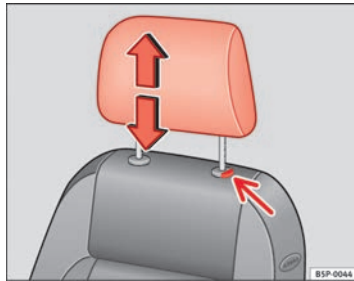

Abb. 70 Kopfstütze einstellen oder ausbauen
- Drücken Sie die Taste ⇒ Abb. 70 (Pfeil).